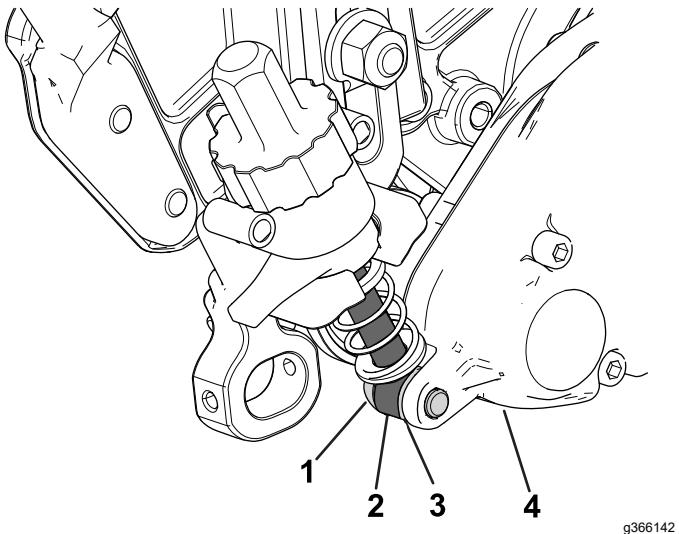

Figura 12
- Sul lato della scatola di trasmissione del groomer, posizionate l'asta del braccio di regolazione della staffa dell'altezza di taglio all'interno della scatola di trasmissione del groomer e fissatela con un bullone di spallamento e una rondella rinforzata, come illustrato nella Figura 12; serrate il bullone di spallamento a 16–22 Nm.